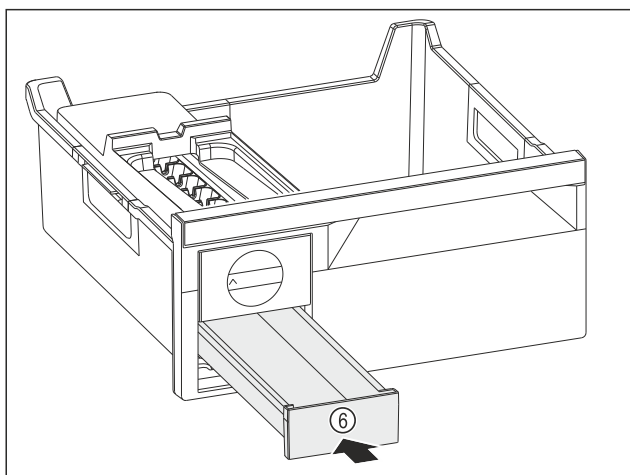

Fig. 87
- ▶ Вдвиньте выдвижной ящик для кубиков льда Fig. 87 (6).